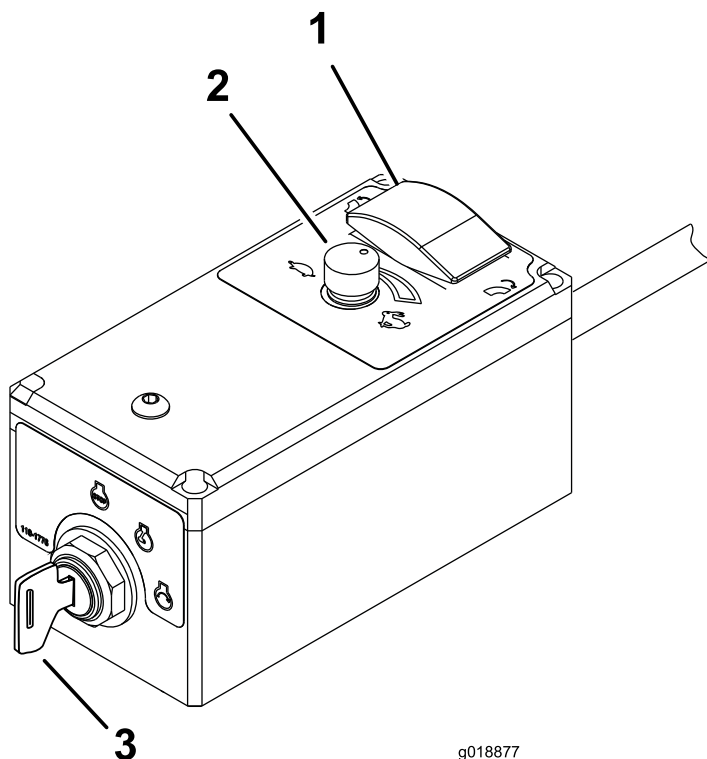

Figura 10
3. Gire la llave de encendido del motor en sentido horario a la posición de ARRANQUE para arrancar el motor; suelte la llave cuando el motor arranque (Figura 10).
3. Si va a abandonar la máquina, gire la llave del motor a la posición de DESCONECTADO y retírela del interruptor (Figura 10).